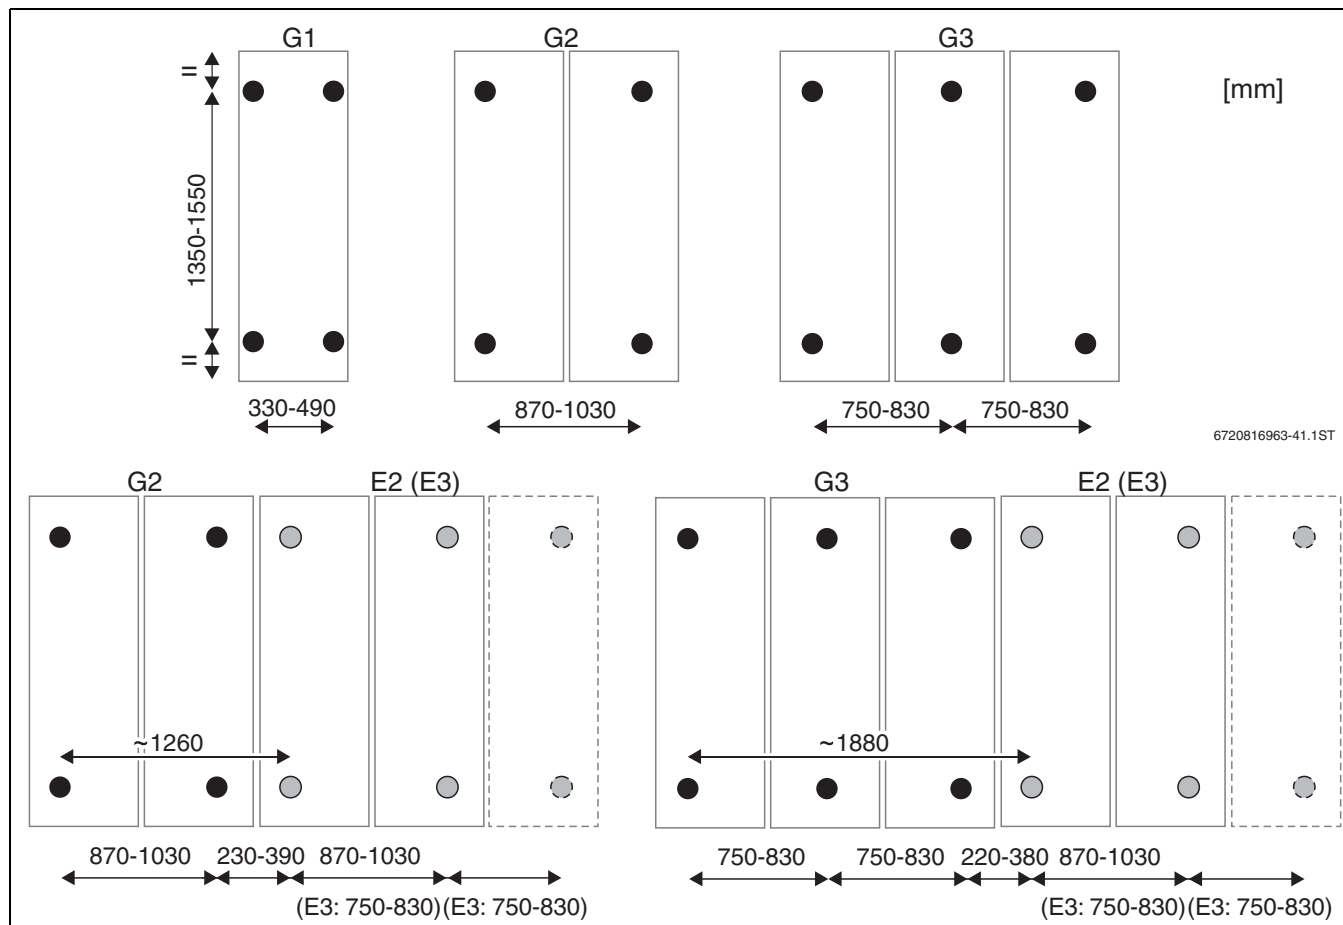

Bild 35 Fassadenmontage: Abstände der Stockschrauben
- Abstände der Stockschrauben auf die Beschwerung (z. B. Betonplatten) übertragen (→ Bild 35).